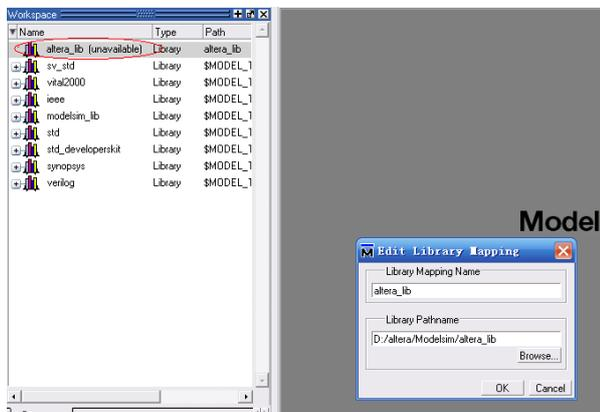

图 58 指定库的路径
- 5) 关闭 Modelsim，然后重新启动 Modelsim，如果这时 Workspace 中出现“altera_lib(unavailable)”，这时需要指定 altera_lib 的路径，在 altera_lib 图标上点击右键选择【edit】指定 altera_lib 库的路径，如图 58 所示。